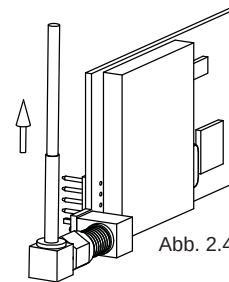

Abb. 2.4.2a
- 2) Den Antennensteckverbinder mit dem Kabel in der in Abb. 2.4.2a dargestellten Richtung an die Funkleiterplatte anschließen. **Hinweis: Bei einigen FS-Wasserwerfern muss eventuell ein Kabelbinder zurechtgeschnitten werden, um die Antenne zu befestigen.**